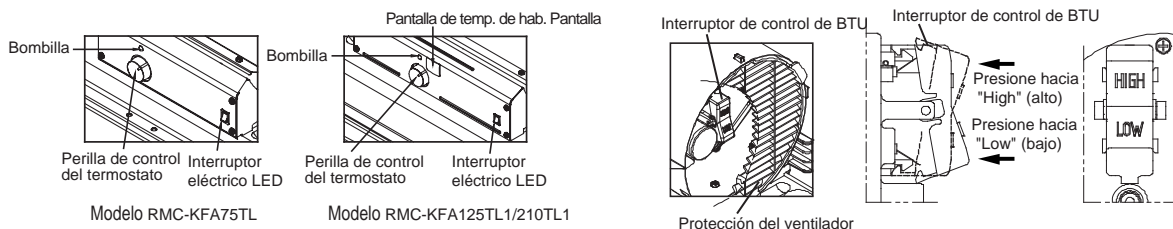

Figura 8. Controles para todos los modelos
4. Gire la “perilla de CONTROL DEL TERMOSTATO” a la configuración deseada (rango de configuración : De 4,4 °C a 43,3 °C) y presione el “interruptor de control de BTU” al nivel deseado “High” (“Alto”) o “LOW” (“Bajo”) (Consulte la figura 8).